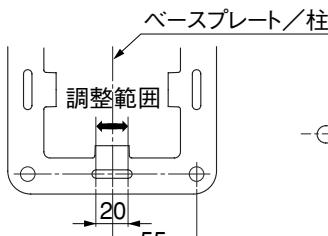

図4-10
- G部の調整方法は長孔の中心より側桁側に10mm、H部の調整方法は長孔の中心より前桁側に10mmずらしてください。(図4-10, 4-11, 4-12参照)